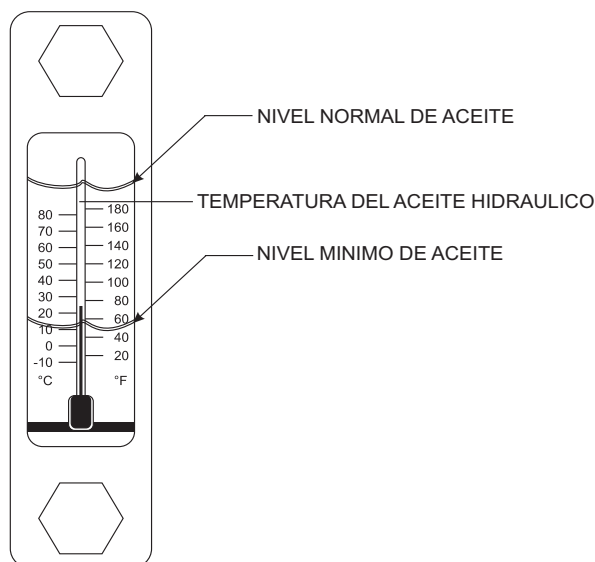

Figura 12. Ventanilla del aceite hidráulico
1. Determine si el nivel de aceite hidráulico esta bajo, observando el nivel a través de la **ventanilla del aceite hidráulico** (Figura 12).